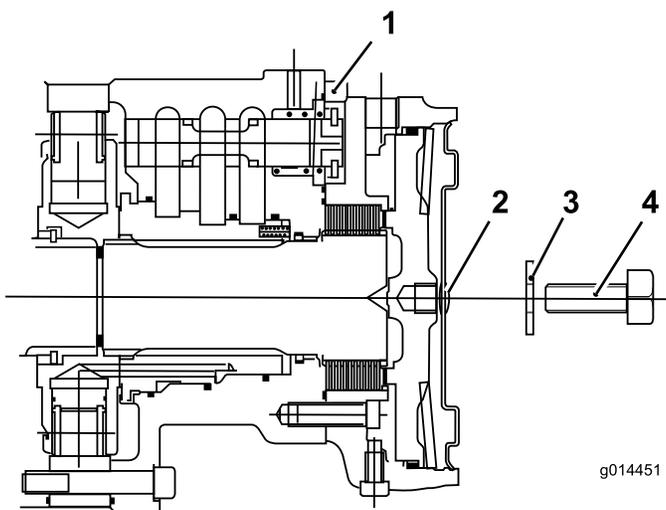

Figura 39
1. Retire o parafuso de 12 x 40 mm e a anilha de 12 mm no furo no centro da placa da extremidade do motor (Figura 39).